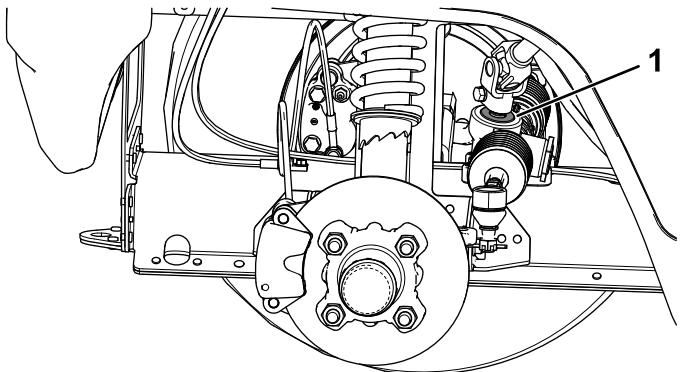

Figura 47
- Importante:** Verifique o estado e a segurança do vedante do eixo pinhão (Figura 47).